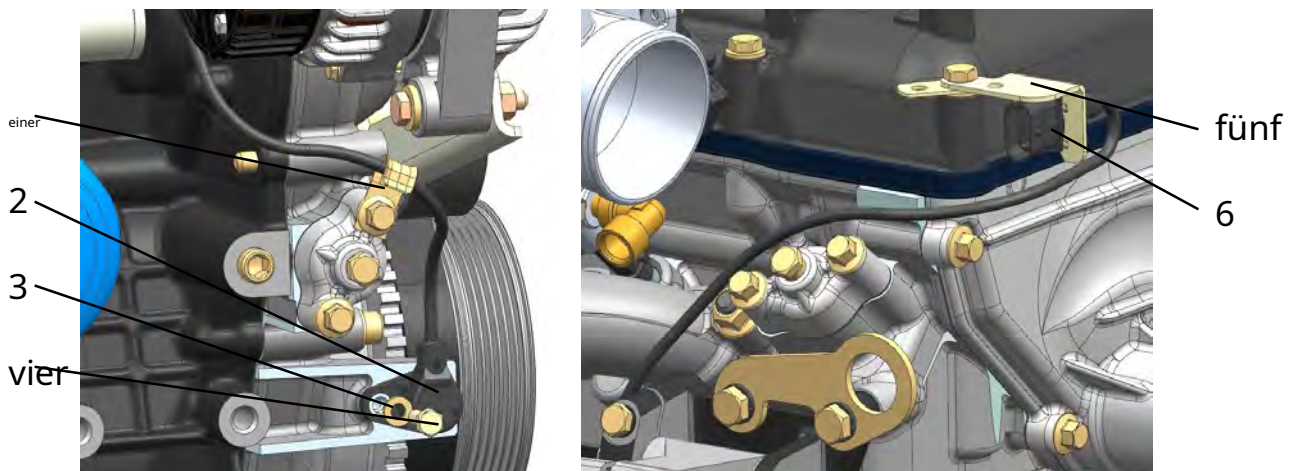

Abb. 214. Installation des Synchronisationssensors:
12. Montieren Sie den Synchronisationssensor 2 (Abb. 214) in das Gezeitenloch Kettenabdeckungen durch Anziehen der Schraube 4 mit Unterlegscheibe 3 mit einem Drehmoment von 5,9 ... 8,8 N m (0,6 ... 0,9 kgf · m). Das Sensorkabel in die Halterung 1 legen, gesichert durch die obere Schraube der unteren Hydraulikspannerabdeckung, den Block 6 in die Halterung 5 am Ventildeckel einführen.